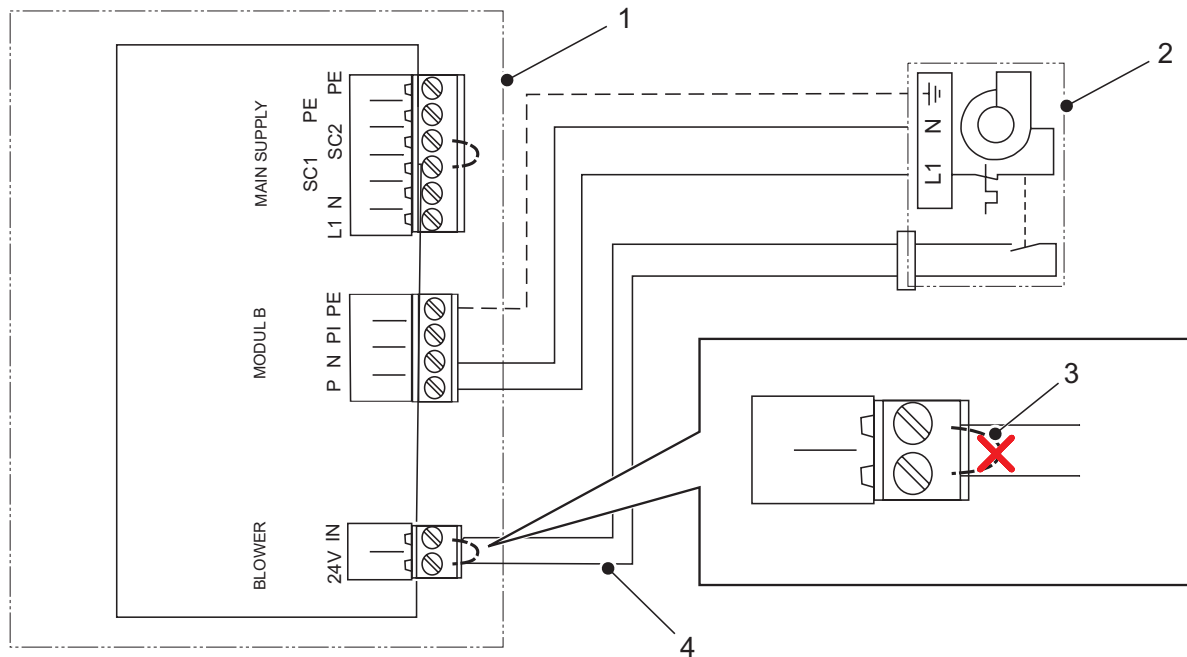

Bild 20: Anschlüsse Treiberplatine
- d. Schliessen Sie das Netzanschlusskabel und das Kabel der Sicherheitskette vom Ventilationsgerät an der Treiberplatine an, wie in Bild 20 dargestellt.